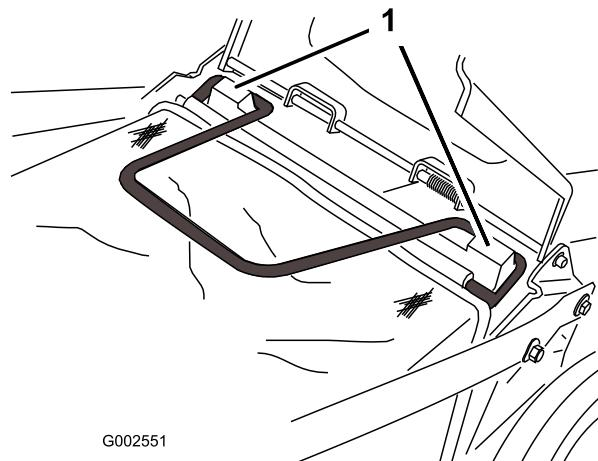

Bild 18
3. Setzen Sie den Fangkorb auf die Korbbefestigungsposten (Bild 18).